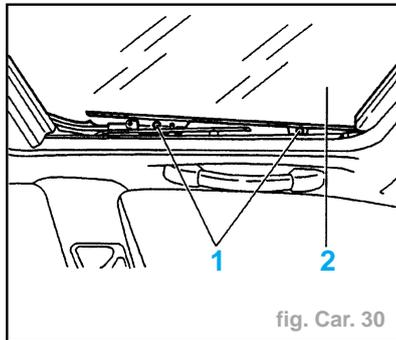

fig. Car. 30
- Respecter les dimensions d'encollage (A).
- Déposer (fig. Car. 30) :
- les fixations (1) de chaque côté,
- le panneau mobile (2).